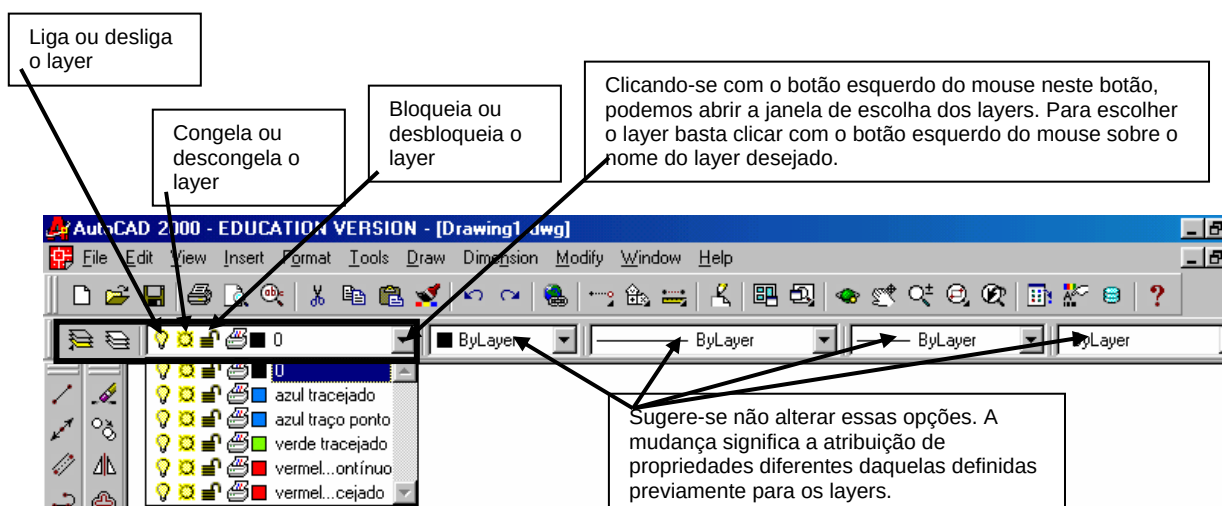

Figura 4.5 – Detalhe mostrando a barra de propriedades
- 9 Agora, podemos desenhar de acordo com os layers definidos. Para tanto, devemos, inicialmente, escolher o layer onde começaremos o trabalho, clicando sobre o nome do layer desejado na barra de propriedades, conforme indica a figura 4.5. Para exemplificar, comecemos, inicialmente, pelo layer **azul tracejado**.